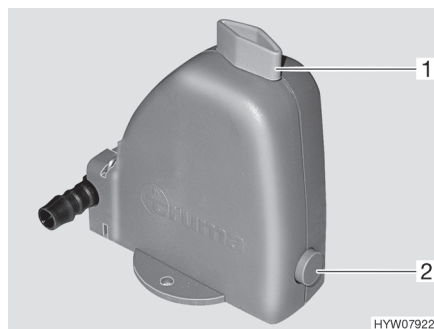

Fig. 60 Válvula de seguridad/purga
La calefacción está equipada con una válvula de seguridad/purga (Fig. 60). La válvula de seguridad/purga evita que el agua para la preparación de agua caliente se congele cuando no esté conectada la calefacción en caso de congelación.
- Cerrar la válvula de seguridad/purga. Para ello, girar el botón giratorio (Fig. 60,1) a la posición transversal en referencia a la válvula de seguridad/purga y hundir el botón (Fig. 60,2).
- Abrir la válvula de seguridad/purga. Para ello, girar el botón giratorio (Fig. 60,1) a la posición longitudinal en referencia a la válvula de seguridad/purga. El botón (Fig. 60,2) salta hacia fuera. El depósito de agua sanitaria se vacía hacia fuera a través de la válvula de seguridad/purga.